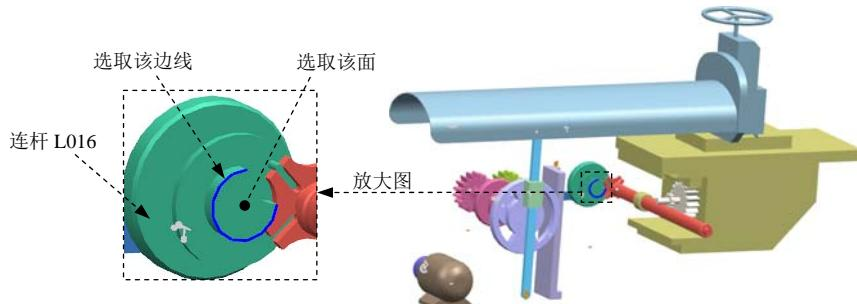

图10.9.25 定义旋转副（九）
(1) 定义运动副类型。在“运动副”对话框定义选项卡的类型下拉列表中选择旋转副选项。
(2) 选择连杆。将连杆L016取消隐藏，选取图10.9.25所示的连杆L016。
(3) 定义原点及矢量。在“运动副”对话框的✓ 指定原点下拉列表中选取“圆弧中心”选项，在模型中选取图10.9.25所示的圆弧为定位原点参照；选取图10.9.25所示的面作为矢量参考面。
(4) 单击应用按钮，完成第十七个运动副的添加。